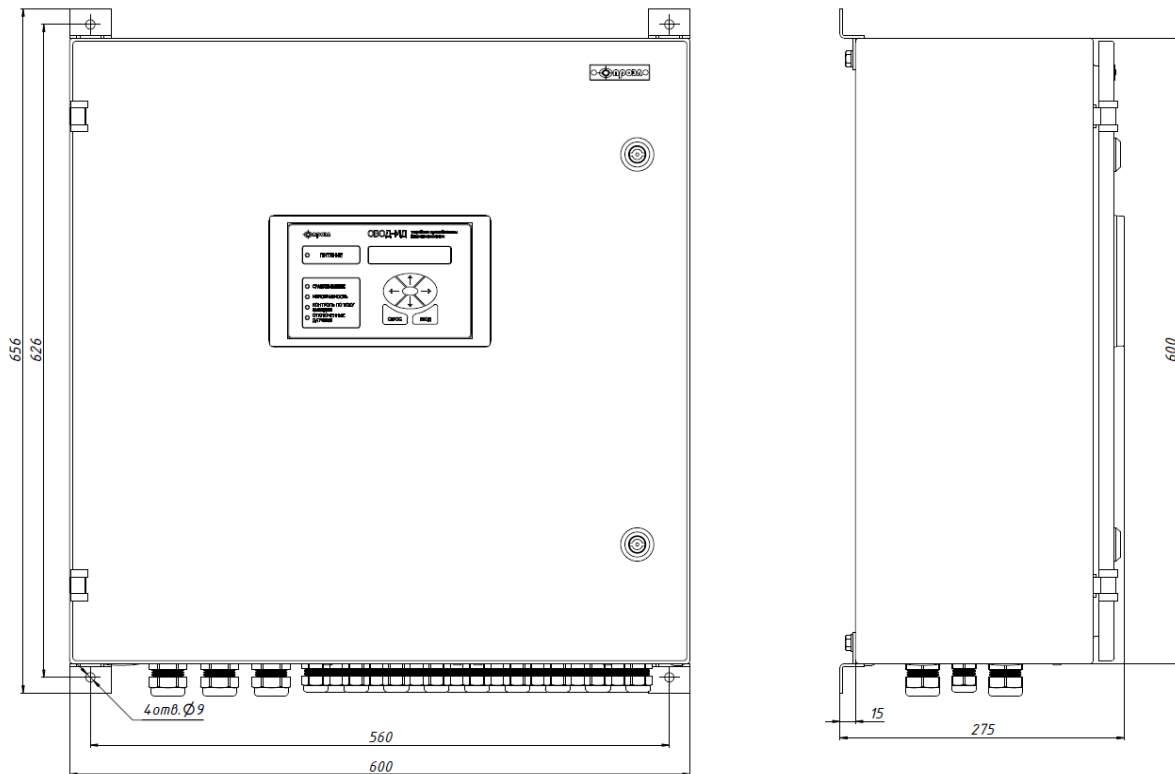

Рис. 1.5 Габаритные размеры БПМ (исп.02).
Блок преобразования и мониторинга БПМ (исп.02) представляет собой шкаф одностороннего обслуживания с передней дверцей. Внешний вид и габаритные размеры БПМ (исп.02) показаны на рис. 1.5.
2.3.1 Для вариантов комплектации А, Б и Д закрепить БПМ с помощью четырех болтов М8, входящих в комплект поставки, согласно разметке, указанной на рис. 1.2 (рис. 1.5 для варианта комплектации Д).